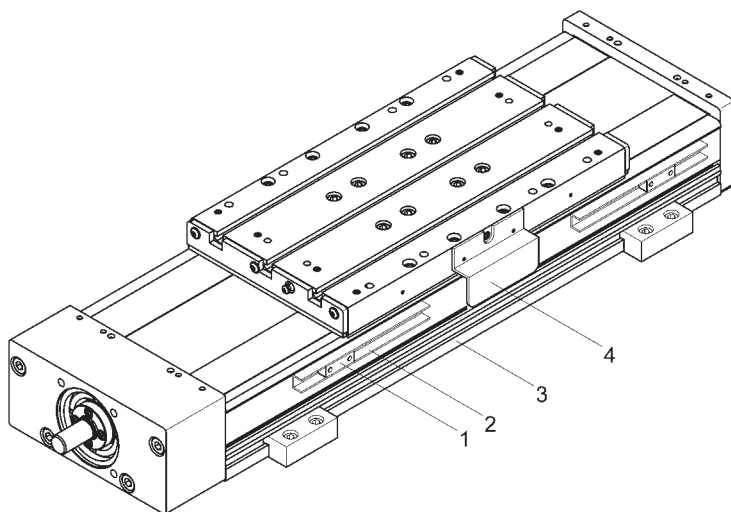

Fig. 5
1. **Fig. 5:** Allentare il rispettivo interruttore di prossimità svitando la vite di fissaggio.